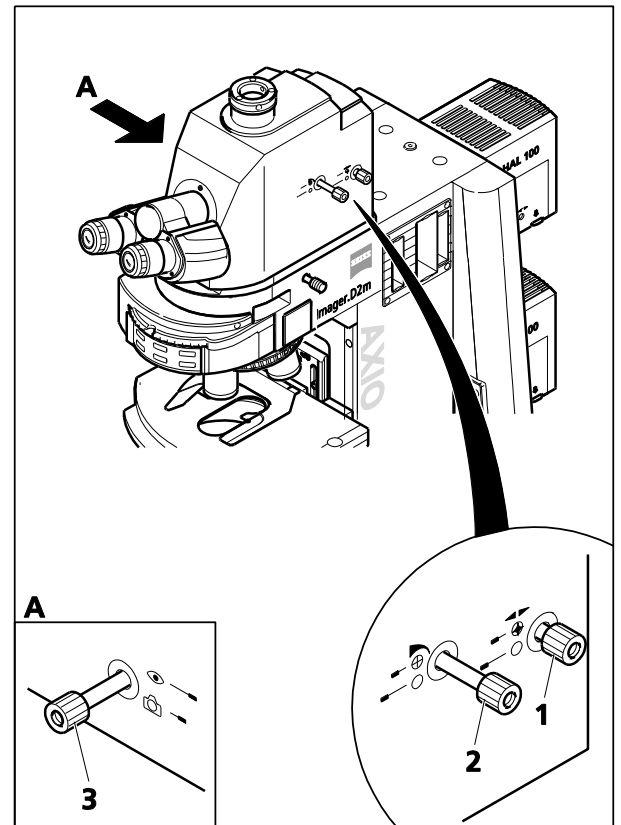

Fig. 203 Axio Imager 2 avec phototube intégré Pol
- Configurer le microscope comme pour la polarisation en lumière transmise (se reporter au paragraphe 4.12.5.1 (3)).
- Si nécessaire, passer le phototube Pol en observation visuelle. Pour ce faire, extraire la tige va-et-vient sur le côté gauche (Fig. 203/3).
- Sur le phototube Pol, enfoncer la tige va-et-vient avant (Fig. 203/2) sur le côté droit pour déplacer le réticule dans la trajectoire lumineuse.
- Tourner la tige va-et-vient avant (Fig. 203/2) pour fermer la butée de champ lumineux jusqu'à ce que seul l'élément d'échantillon sélectionné reste visible. Cela permet d'éviter que la figure axiale du cristal examiné ne se superpose aux figures axiales des cristaux adjacents. Cela permet d'observer des cristaux de 10 µm de diamètre dans un éclairage conoscopique.
- Déplacer la lentille de Bertrand placée sur le phototube Pol dans la trajectoire lumineuse. Pour ce faire, enfoncer la tige va-et-vient arrière (Fig. 203/1) sur le côté droit. La figure axiale apparaît alors dans le champ d'observation. Pour centrer la figure axiale, tourner la tige va-et-vient arrière.